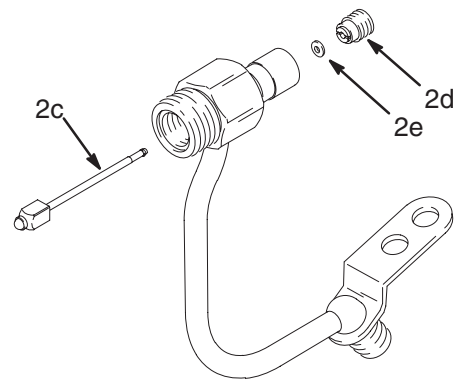

Abb. 12
- Die Nadel (2c) ausbauen. Die Dichtungshalterung (2d) entfernen. Die Dichtung (2e) abnehmen. Siehe Abb. 12.